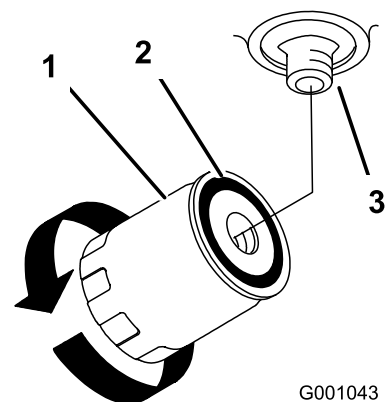

Figura 75
4. Togliete il filtro usato e tergete la superficie della guarnizione dell'adattatore del filtro (Figura 75).
6. Montate il filtro di ricambio sul riduttore. Girate il filtro in senso orario finché la guarnizione di gomma non tocca l'adattatore, quindi serrate il filtro di un altro mezzo giro (Figura 75).